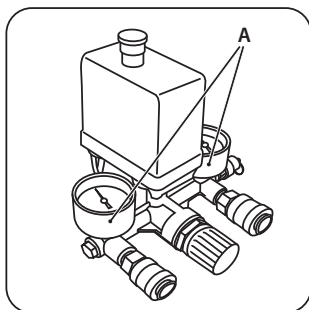
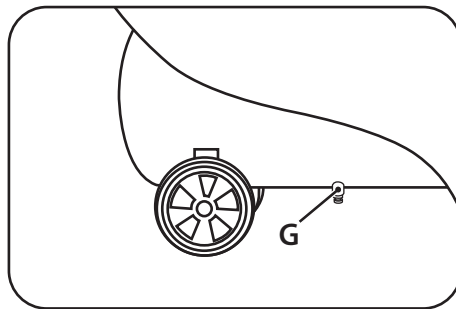

рис. 9
рис. 10
Ресивер оборудован манометром (А) (рис. 9) для контроля давления, клапаном для слива конденсата (G) — для удаления конденсата из ресивера (рис. 10).
При первом запуске компрессора оставить его поработать без нагрузки около 10 минут с полностью открытым регулятором давления выходного воздуха и клапаном слива конденсата из ресивера (рис. 10).